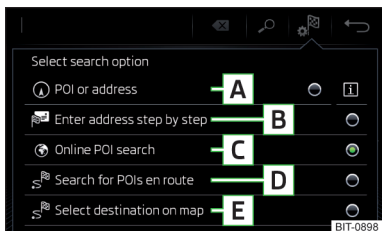

Fig. 207
Suprafețe de comandă funcții » fig. 207
- ▶ Apoi atingeți suprafața de comandă funcției a uneia dintre opțiunile de meniu pentru căutarea destinației **A**, **C** sau **D** » fig. 207 la pagina 184.
- ▶ Apoi atingeți suprafața de comandă funcții **[E]** » fig. 207 la pagina 184.